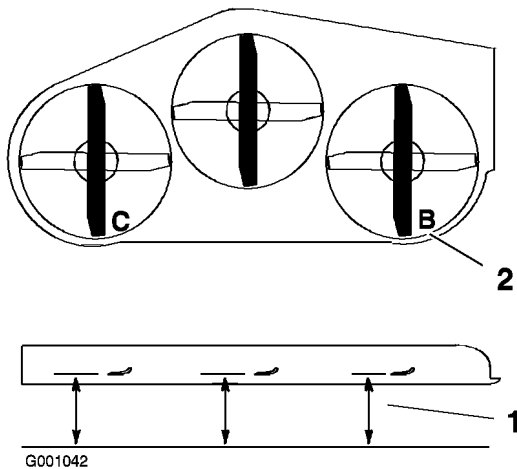

Bild 72
1. Stellen Sie das rechte Schnittmesser in Längsrichtung (Bild 72).
2. Messen Sie das rechte Messer an der Stelle **B** von einer ebenen Oberfläche bis zur Schnittkante der Messer (Bild 72).
4. Stellen Sie das linke Schnittmesser in Längsrichtung (Bild 72).
5. Messen Sie das linke Messer an der Stelle **C** (Bild 72) von einer ebenen Oberfläche bis zur Schnittkante der Messer.